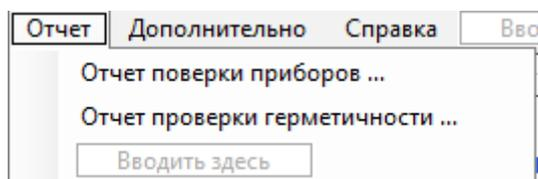

Рисунок 4 – Главное меню «Отчет»
2.4.5 Главное меню «Отчет» (рис. 4)